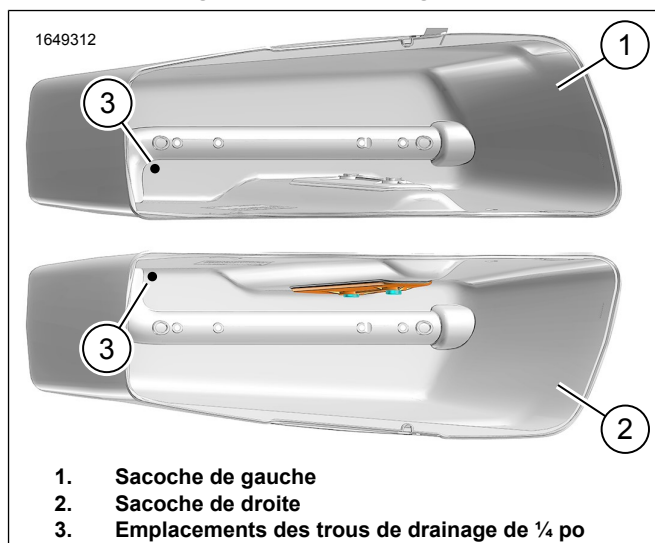

Figure 10. Placement du trou de drainage
- d. Voir la Figure 10. **Trous de drainage** : Percez deux trous de drainage de 1/4 po (3) à l'endroit approximatif.